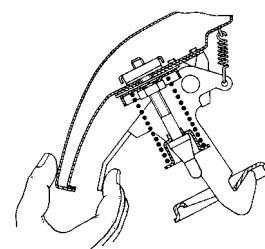

Рис. 5.10. Выведение из зацепления предохранителя капота
**34 – ручка замка капота.** Для открывания капота нужно потянуть ручку на себя, пока защелка не откроет замок и капот немного приоткроется. Для полного открывания капота необходимо отвести рукой предохранитель, установленный на нижней передней кромке капота (рис. 5.10).